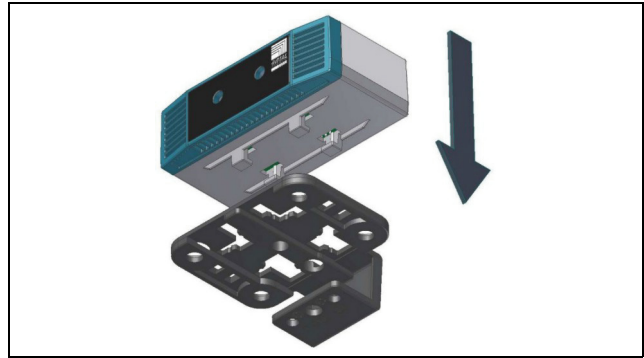
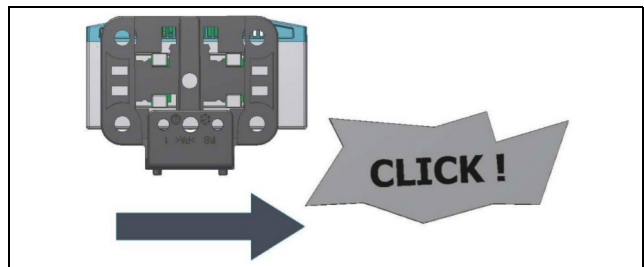

Abb. 2: Aufsetzen des Sensors auf den Halter
Abb. 3: Einrasten des Sensors auf dem Halter
- Setzen Sie dann den Temperatursensor auf den Halter auf (Abb. 2) und rasten Sie ihn ein (Abb. 3).